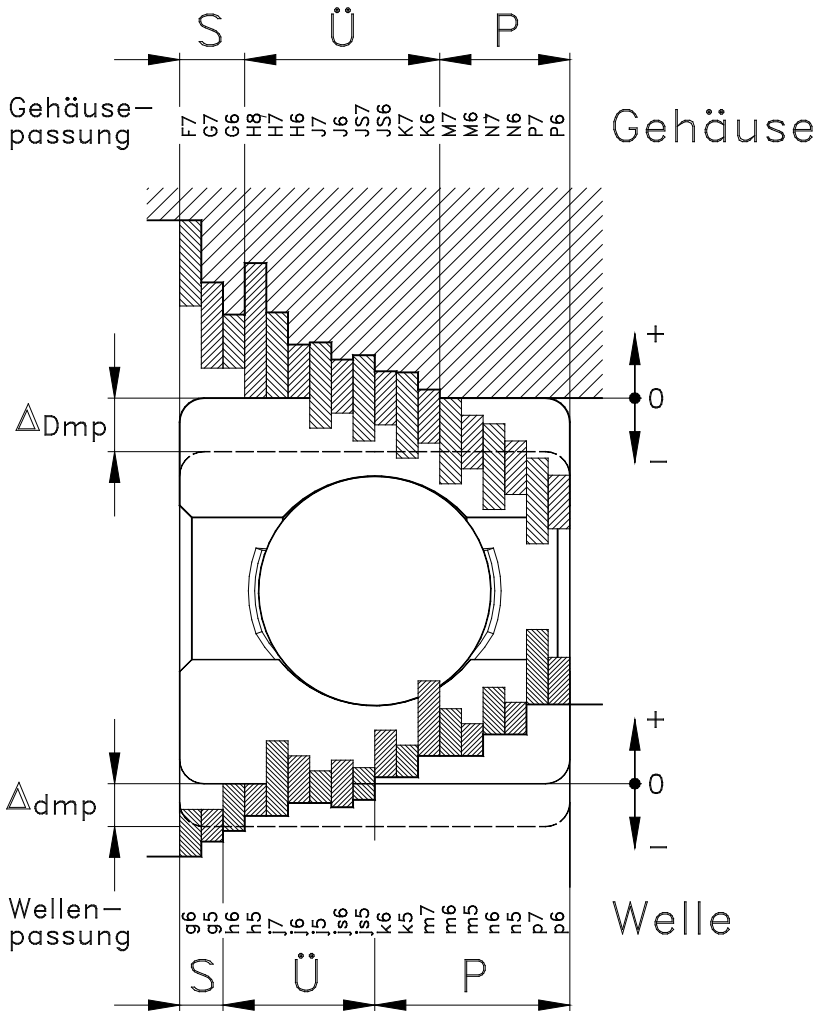

Abb. 7.2
**Abb. 7.2** zeigt schematisch das Zusammen-